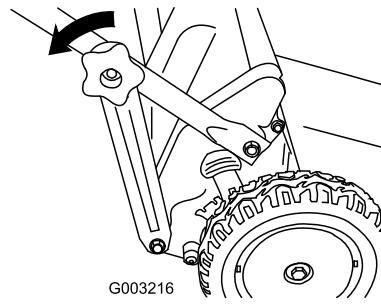

Figure 55
1. Retirez les boutons de la partie inférieure du guidon (Figure 55).
2. Détachez les supports aux deux extrémités de la partie inférieure du guidon (Figure 55).